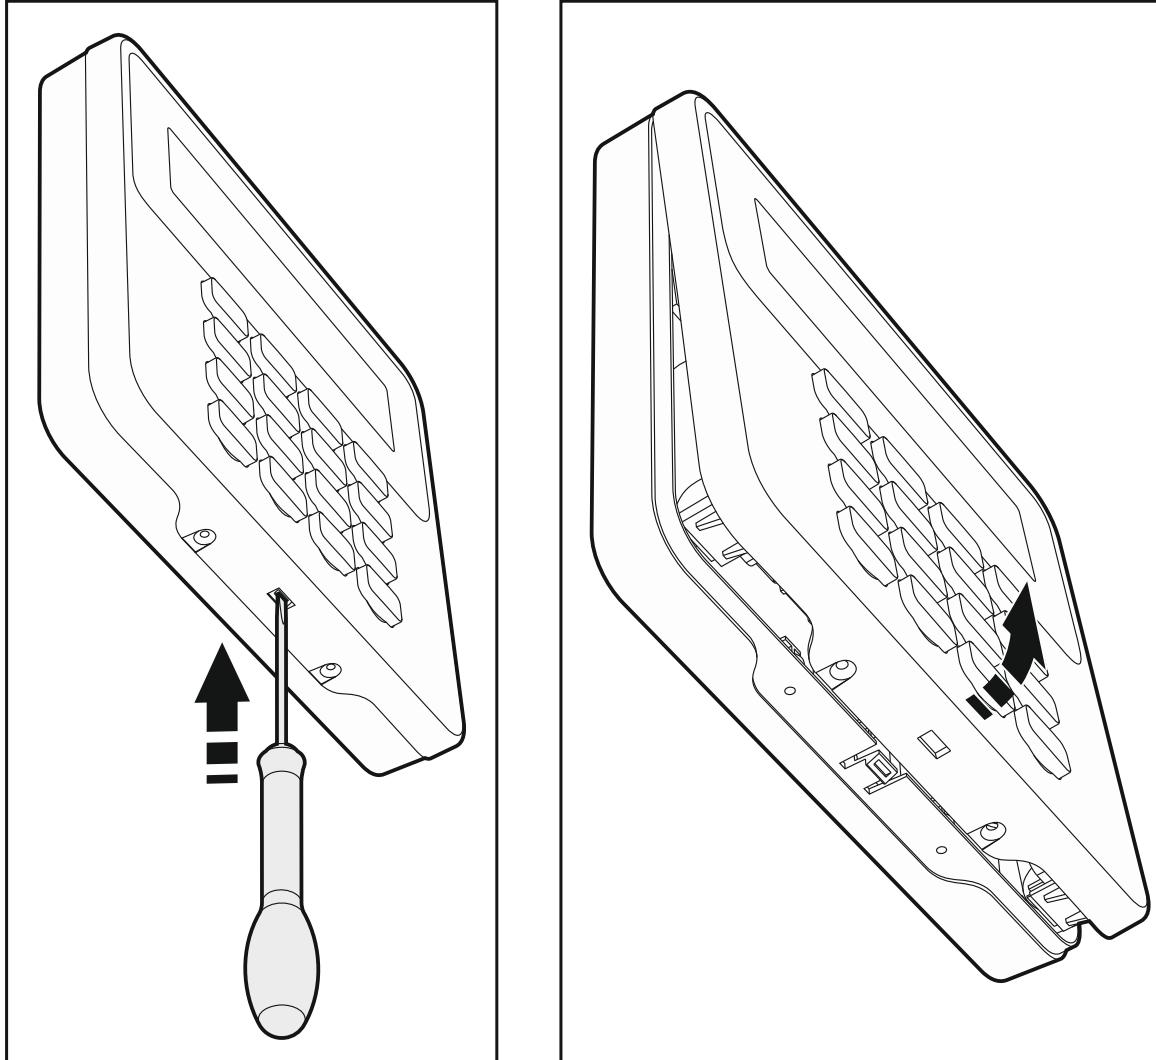

Рис. 3. Открытие корпуса.
- Откройте корпус клавиатуры (рис. 3).